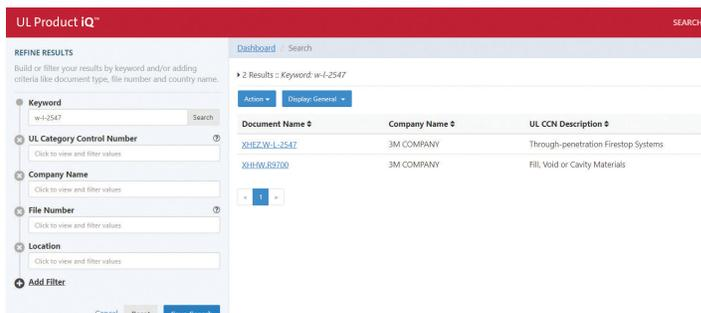

Figure 3-13 : Répertoire UL Product IQ^{MC}
Sélectionnez un fabricant de coupe-feu et consultez son site Web, ou utilisez le répertoire en ligne de l'UL pour connaître les homologations applicables (voir **figure 3-13**).
- Disponibilité de la solution coupe-feu (voir les figures 3-13, 3-14 et 3-15).